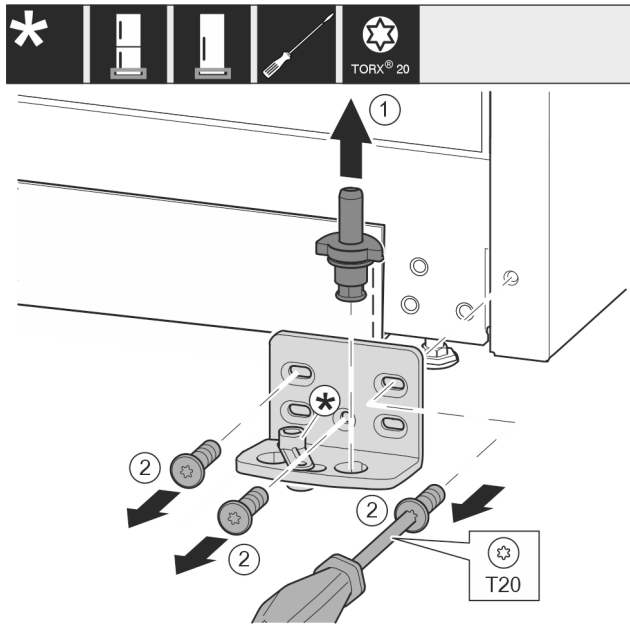

Fig. 13
- ▶ Опорний гвинт цілком витягніть рухом вгору. Fig. 13 (1)
- ▶ Викрутіть гвинти за допомогою викрутки T20 та зніміть опорний кронштейн. Fig. 13 (2)